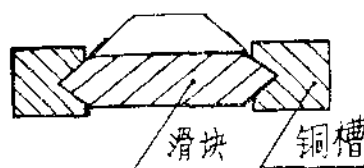

图1-5
5. 铜槽与滑块为滑动配合，其间隙小于 0.06mm 。(图1-5)